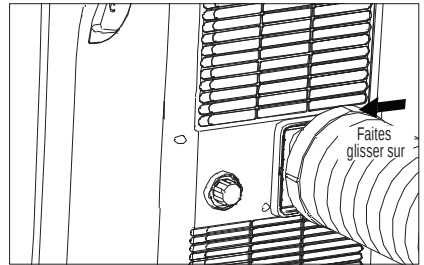

Fig. 7
4. Glissez ce montage sur l'appareil (Fig. 7).